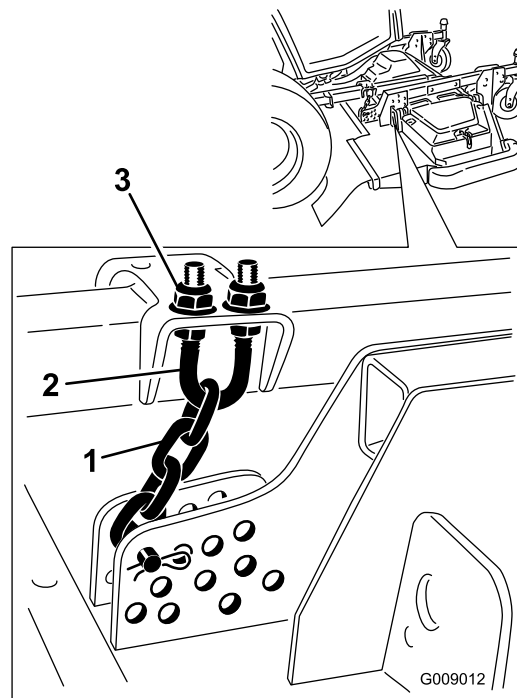

Figura 140
5. Desaperte as porcas de retenção na zona superior ou inferior da cavilha em U da correia da altura de corte (Figura 140).